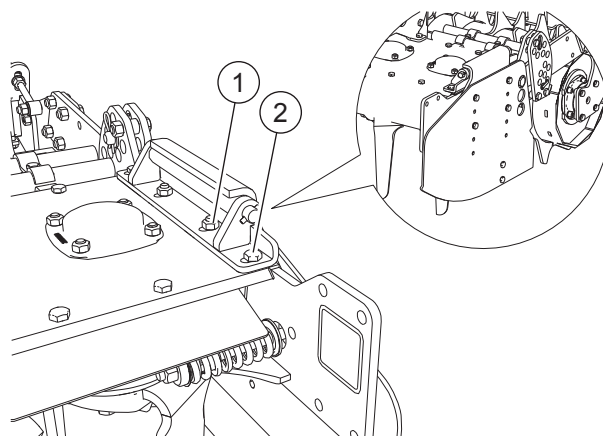

FIG. 17
- Desenroscar los tornillos (2, “Fig. 17”) y las tuercas (1). Remover la unidad.